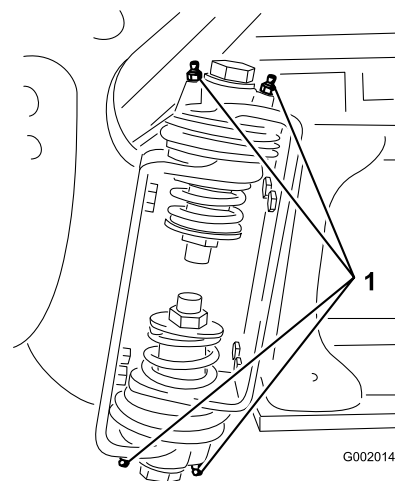

Bild 41
2. Pressen Sie Fett in die Lager oder Buchsen jedes Anschlussstückes Bild 41.